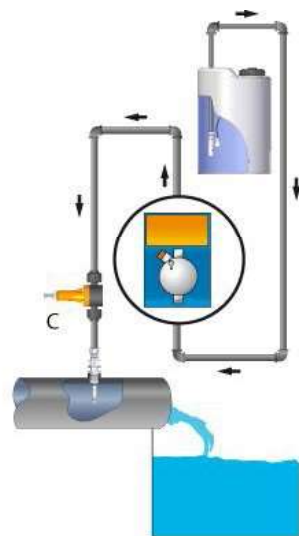

Рис. 2b
Если система работает при атмосферном давлении (без обратного), а емкость с реагентами расположена выше насоса (рис. 2b) необходимо часто проверять состояние клапана впрыска, т.к. его износ может вызвать попадание реагента в систему даже при выключенном насосе. Если данная проблема появляется, Вам необходимо установить антисифонный клапан (C) между точкой выброса и клапаном впрыска (либо заменить стандартный клапан впрыска на антисифонный клапан).